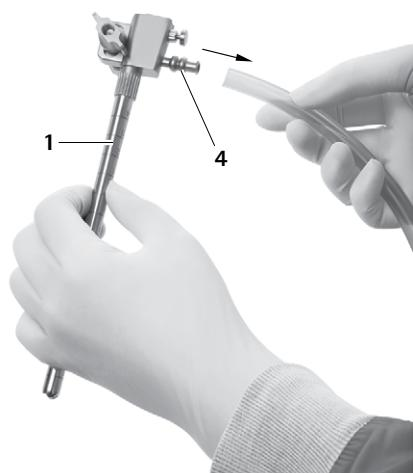

Fig. 12
- Retirar el tubo de la conexión de irrigación 4, ver Fig. 12.